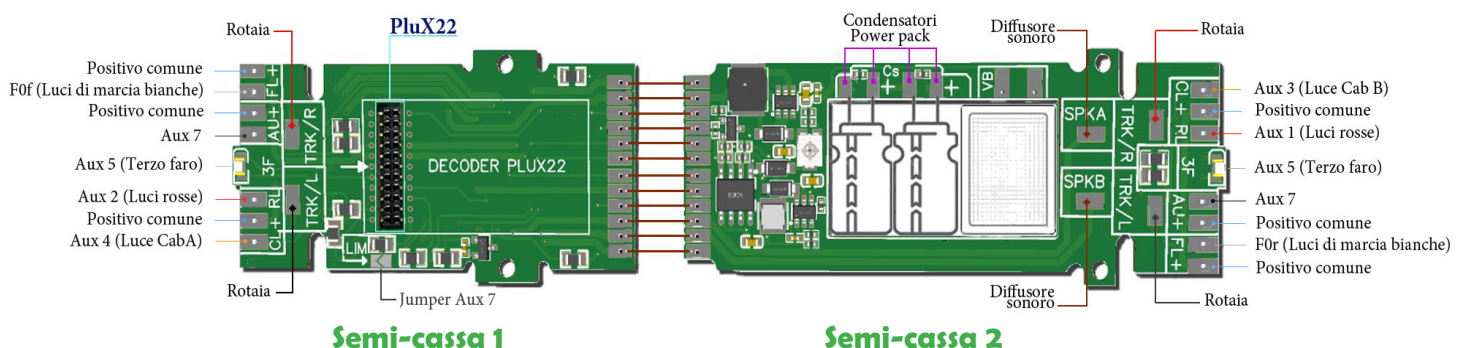
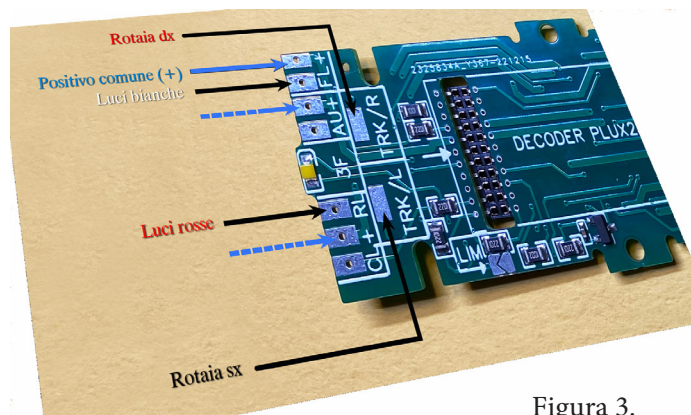
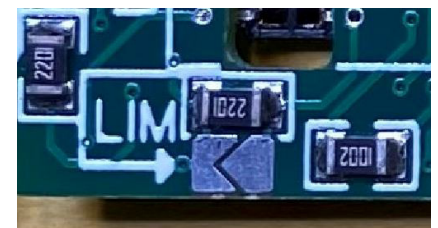

Figura 2. Il circuito stampato con la descrizione delle uscite (Aux) e dei collegamenti
Figura 3.
Figura 8. Le piazzole da ponticellare per bypassare la resistenza sull'uscita Aux 7
In Figura 2 le due parti del circuito stampato, a doppia faccia, con la componentistica installata. Sono presenti tutte le resistenze per la limitazione della corrente delle uscite a led per Front Light, Rear Light e per quelle da Aux1 ad Aux7 (ad esclusione di Aux6). Per l'uscita Aux7 è previsto anche l'utilizzo senza resistenza di limitazione della corrente, nel caso, ad esempio, la si voglia usare per un gancio elettromagnetico: per bypassare la resistenza basterà ponticellare con una goccia di stagno le due piazzole visibili in Figura 8 e indicate con la scritta "LIM".
14. Partendo dalla semi-cassa 1, facendo riferimento alle immagini di Figura 2 e Figura 3, saldare le due prese di corrente cioè i due fili neri provenienti dal carrello anteriore sulle due piazzole marcate "TRK/L" e "TRK/R".
15. Saldare il positivo comune dei fili provenienti dalle luci su una delle tre piazzole marcate con il "+" (ad esempio la prima in alto a sinistra guardando la Figura 3).
L'uscita Aux 7, quella usata per la luce del quadro comandi, che è presente da entrambi i lati, può anche essere usata per collegare un gancio elettromagnetico prestando attenzione alla polarità del gancio. Per il suo funzionamento è necessario poi bypassare la resistenza inserita sull'uscita ponticellando con una goccia di stagno le due piazzole visibili in Figura 8 e indicate con la scritta "LIM".